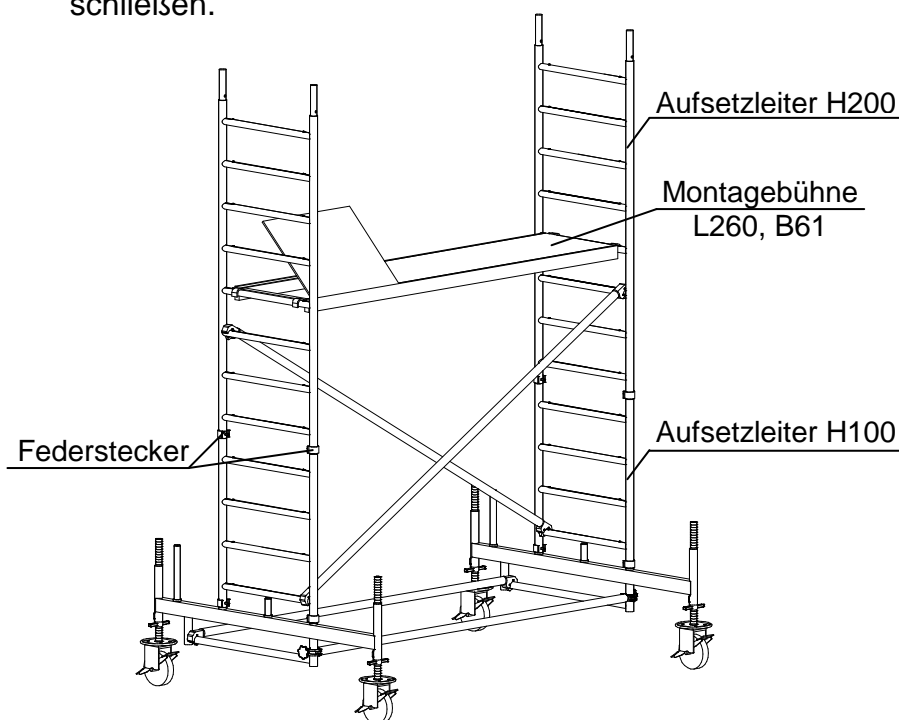
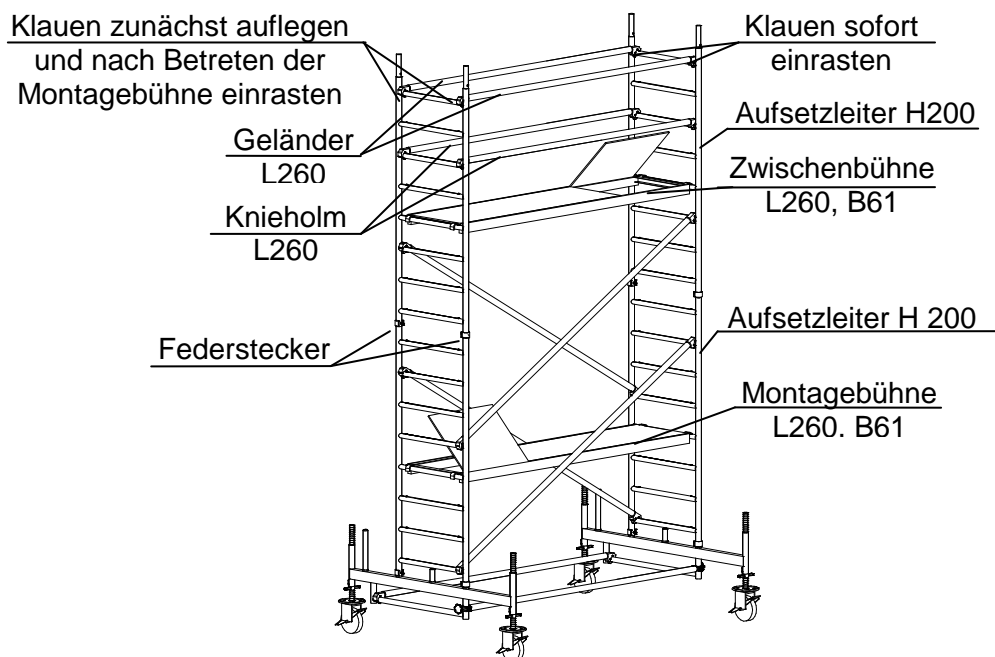

Bild 8: Montagebühne Standhöhe 2.50 m
Bild 11: Zwischenbühne Standhöhe 3.50 m
- Zum Seitenschutz der Zwischenbühne (Bild 11) siehe Beschreibung zu Bild 8. Zusätzlich sind beidseitig Geländer L260 als Knieholme 0.50 m über dem Belag einzubauen.